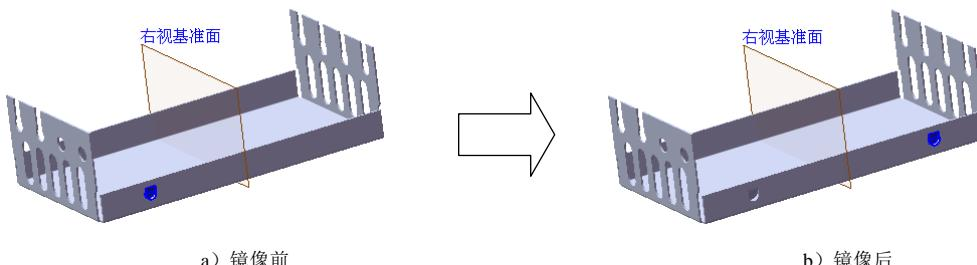

图 11.3.38 镜像 2
Step14. 创建图 11.3.38 所示的镜像 2。
(1) 选择命令。选择下拉菜单 \square 插入(I) \rightarrow \square 阵列/镜向(E) \rightarrow \square 镜向(M)... 命令。
(2) 定义镜像基准面。选取右视基准面作为镜像基准面。
(3) 定义镜像对象。选择成形特征 1 作为镜像 2 的对象。
(4) 单击 \checkmark 按钮，完成镜像 2 的创建。